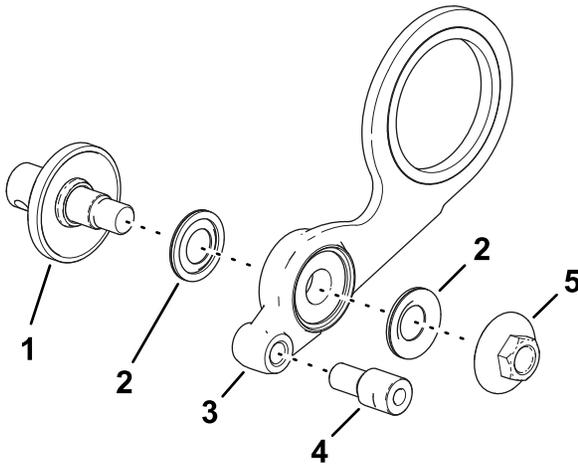
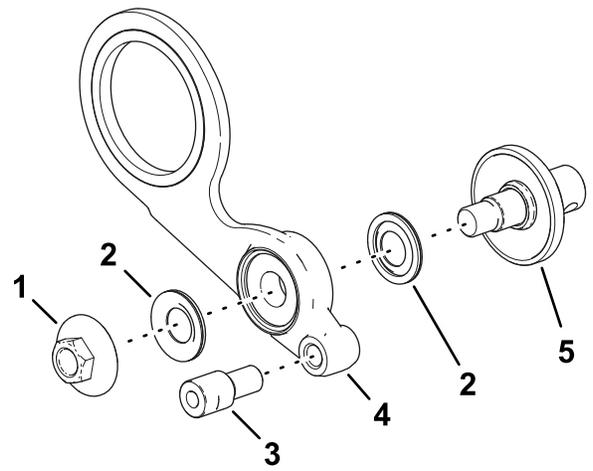

Figure 15
Figure 16
1. Montez l'arbre court, les 2 protections de roulement et l'écrou à embase sur la poulie de tension, comme montré à la Figure 15.
Remarque: Montez l'arbre court et l'écrou à embase (Figure 16) sur les côtés opposés de la poulie de tension si vous installez celle-ci sur le côté droit de l'unité de coupe.
2. Insérez le manchon de réglage dans le trou fileté de la poulie (Figure 15 ou Figure 16).